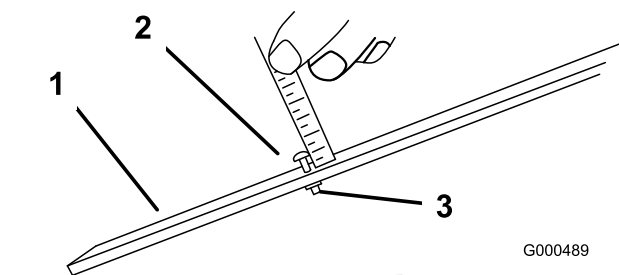

Figura 9
2. Desaperte a porca da barra indicadora e regule o parafuso de ajuste de altura para a altura de corte desejada. **Figura 9** A distância entre a parte inferior da cabeça do parafuso e a face da barra é a altura de corte.